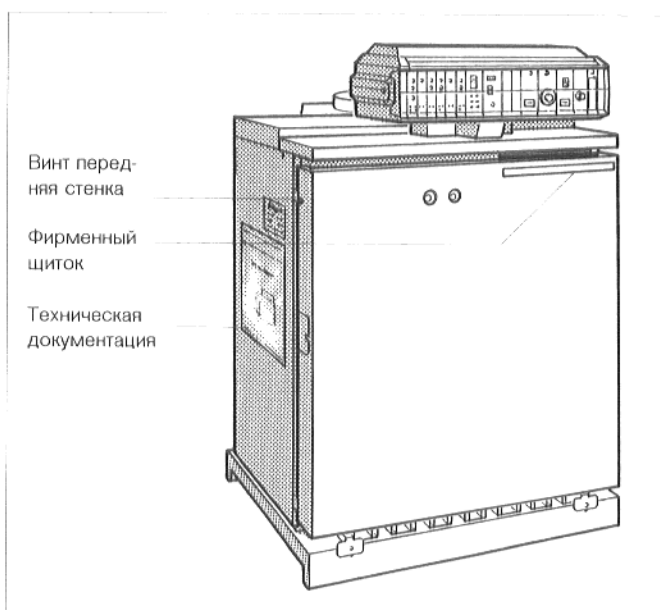

Рис. 16. GE 324 LZ, в полностью смонтированном виде.
- Закрутить крепежные болты в передней стенке котла (рис. 16).
- Вытащить фирменный щиток из прозрачного кармана с технической документацией и вдавить на передней стенке котла (рис. 16).
- Закрепить, при помощи двух винтов, прозрачный карман с технической документацией на той боковой стенке, на которой он лучше виден (рис. 16).